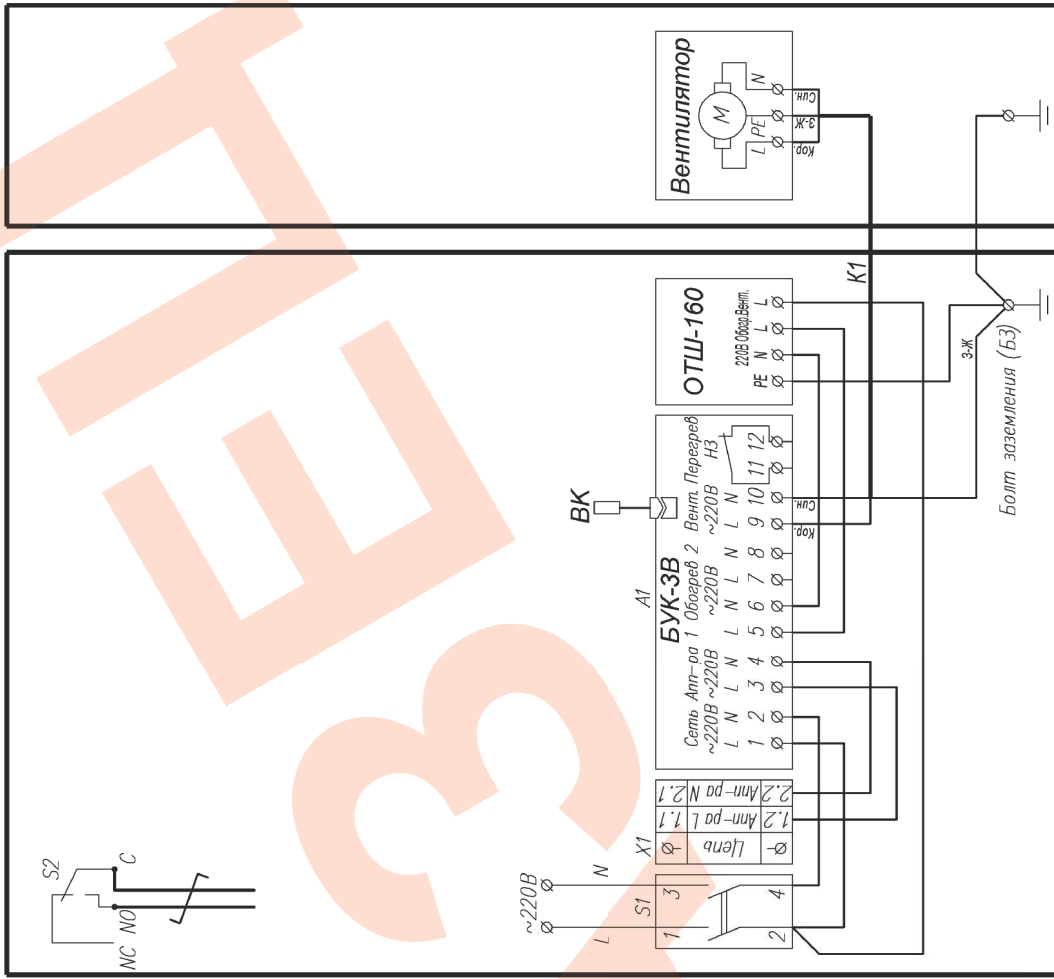

Рис.4 Схема электрическая принципиальная
3. Отсоединить провода кабеля К1 (рис.4) от колодки вентилятора.